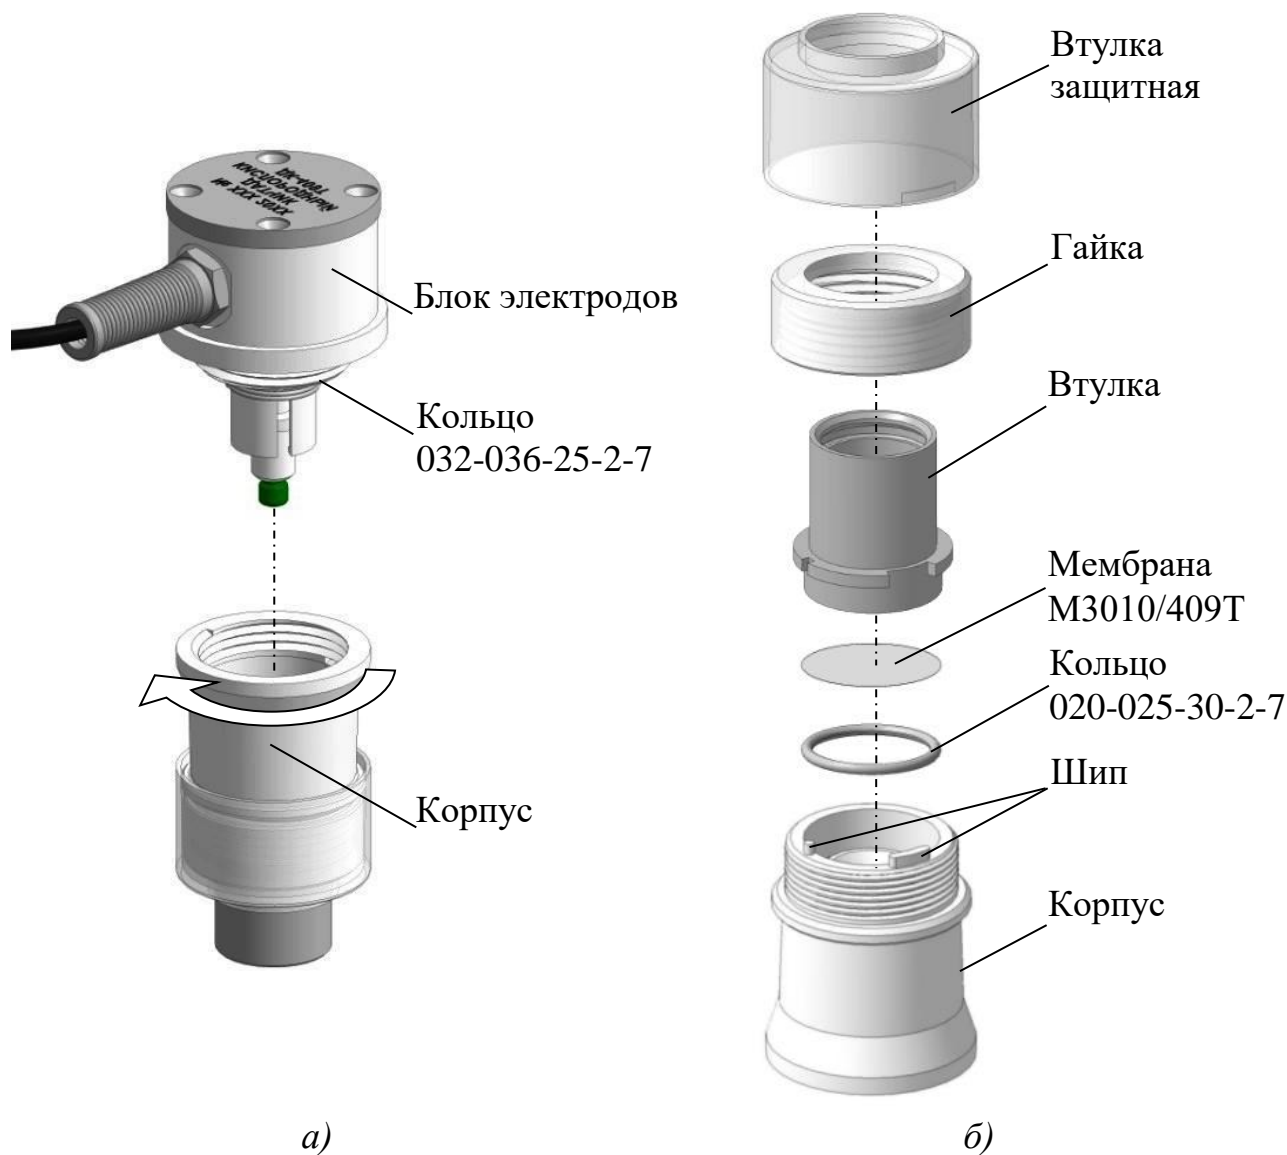

Рисунок 3.1 – Последовательность разборки датчика при замене электролита и мембраны
- отвернуть корпус от блока электродов (рисунок 3.1а);
- извлечь мембрану из корпуса (рисунок 3.1б);